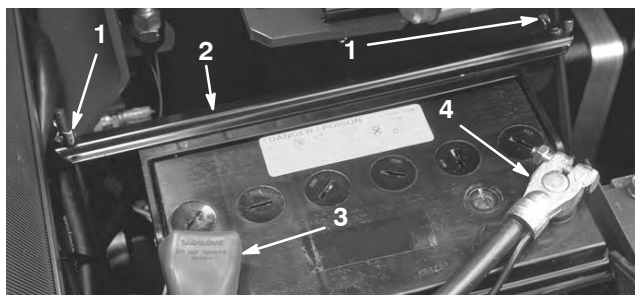

Bild 6
2. Nehmen Sie die beiden Flügelmuttern und das Befestigungsband ab, mit denen die Batterie befestigt ist (Bild 6). Heben Sie die Batterie aus dem Chassis heraus. Bewahren Sie die Flügelmutter und das Befestigungsband für eine spätere Verwendung an einem sicheren Ort auf.